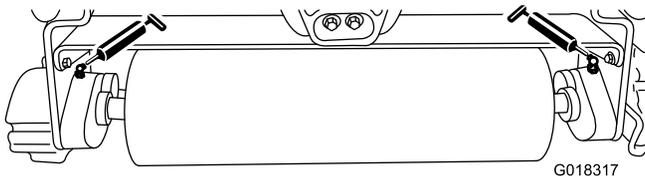

Figura 5
Lubrificare i 2 raccordi di ingrassaggio (Figura 5) su ciascuna unità tri-roller dopo ogni 15 ore di servizio utilizzando grasso universale n. 2 a base di litio. Per ottenere i risultati migliori si consiglia di utilizzare un ingrassatore manuale a pressione.
2. Applicare il grasso sui cuscinetti dell'asse dell'unità tri-roller finché non sentite la pressione (Figura 5).